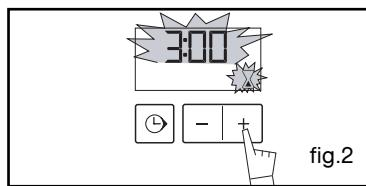

fig.2
- Regule o tempo pretendido premindo as teclas + ou - (fig.2) (máx. 60 minutos).